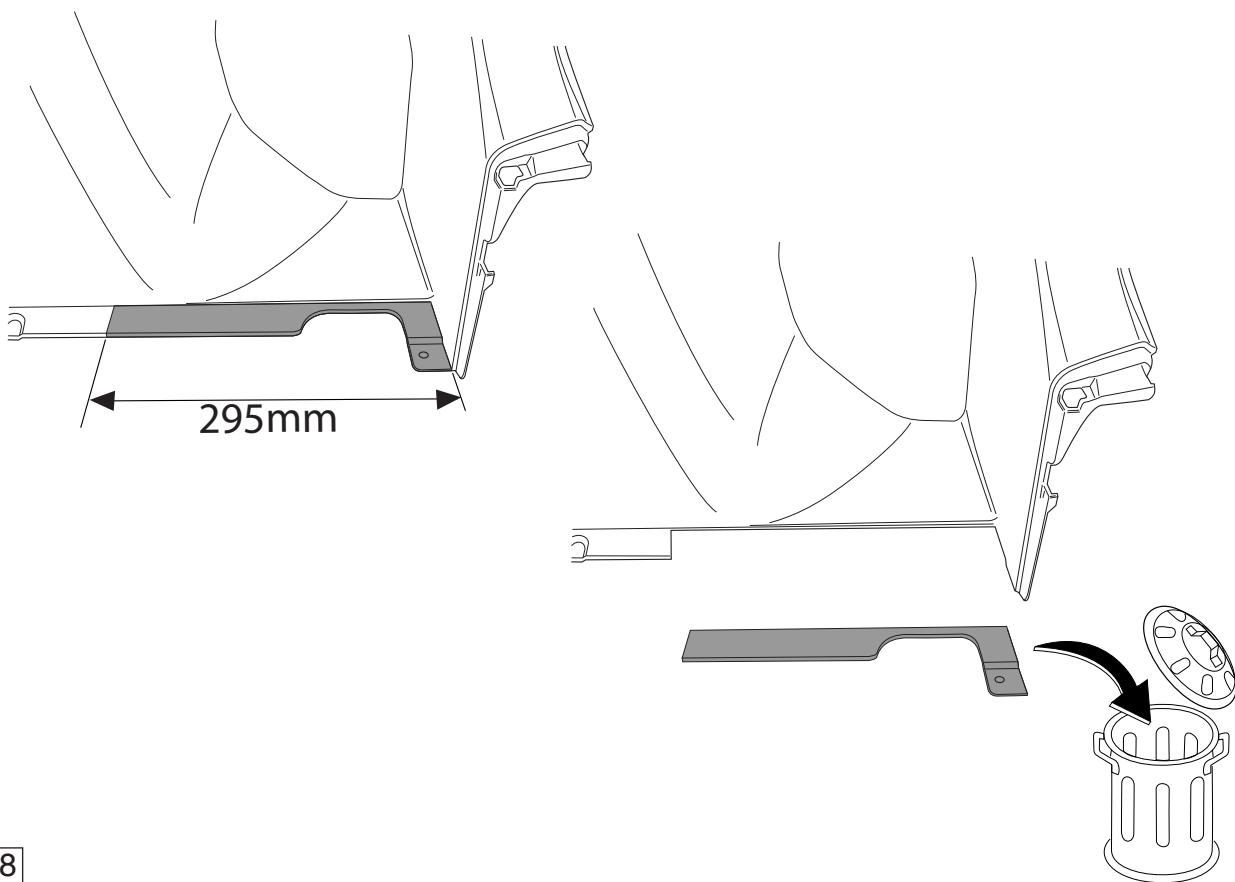

Fig.8
16. Saw a portion out of the side panel as shown in figure 8.
16. Gemäß Abb. 8 einen Tell aus die Seitenwand herausäagen.
16. Scier une partie de les panneaux latéraux à la figure 8.